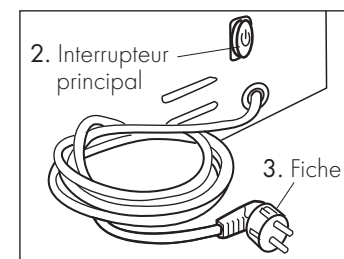

Fig. 1
Éteindre la machine à l'aide de l'interrupteur principal (2) et débrancher la fiche (3) de la prise de courant quand la machine n'est plus utilisée (Fig. 1).